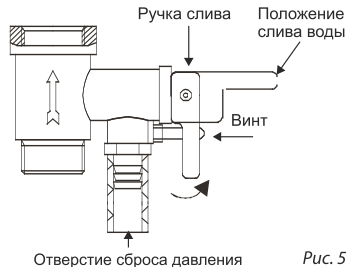

Рис. 5
- открутить винт обратного предохранительного клапана и перевести ручку в горизонтальное положение, из отверстия предохранительного клапана должна потечь вода. (см. рис.5)